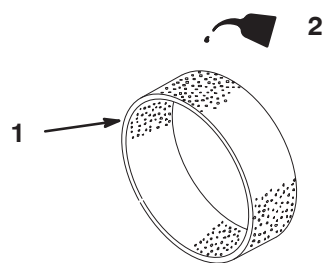

Figure 29
4. Imbibez l'élément de 30 à 60 ml d'huile (Fig. 29).